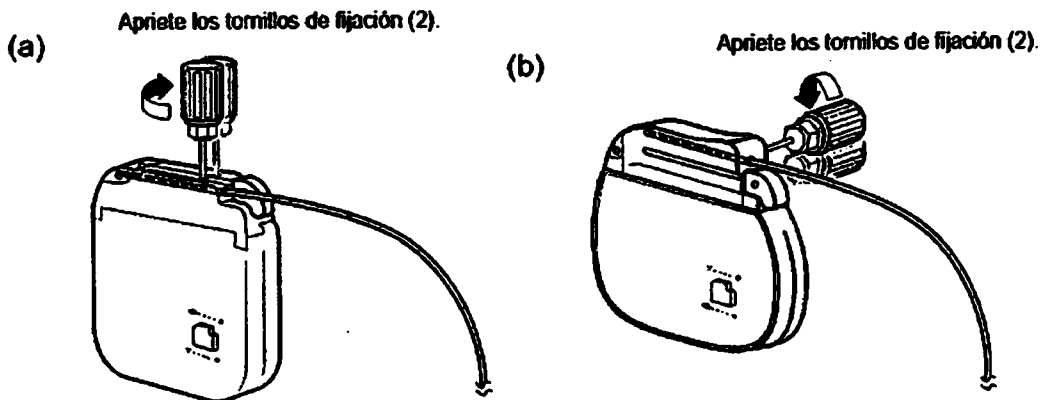

Figura 9. Apriete los tornillos de fijación del neuroestimulador en los botones de silicona.
5. Inserte completamente la llave dinamométrica (que se incluye con el neuroestimulador) en cada botón de silicona del bloque de conexión del neuroestimulador y apriete cada tornillo de fijación hasta que oiga un clic de la llave dinamométrica (Figura 9 a o b, según el modelo del neuroestimulador de sustitución)